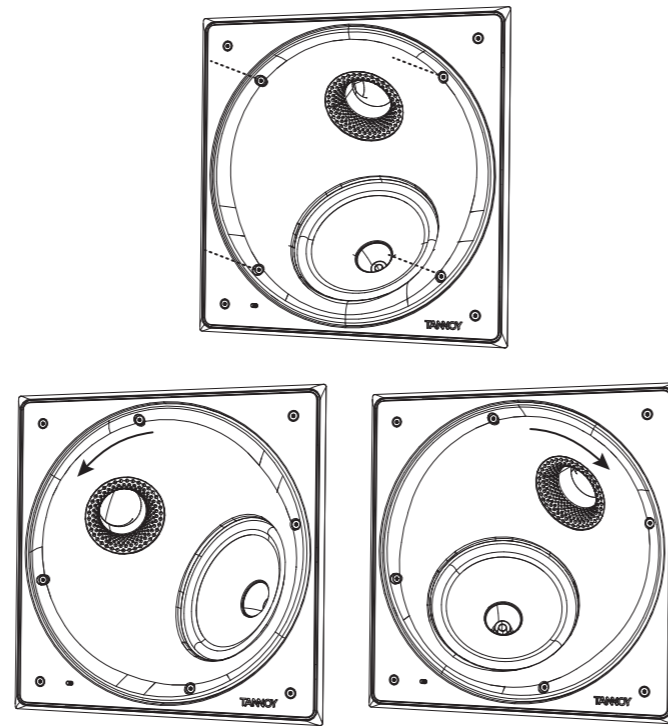

Fig. 9. Rotating the baffle assembly
2. Dévissez les quatre vis comme indiqué, mais juste assez pour permettre la rotation dans la position désirée (Fig. 9).